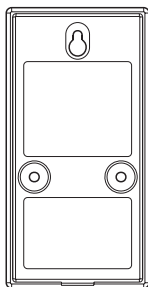

Figure 5
- Au moyen du trou en forme de poire à l'arrière du socle, suspendez ce dernier sur la vis (voir la Figure 5).